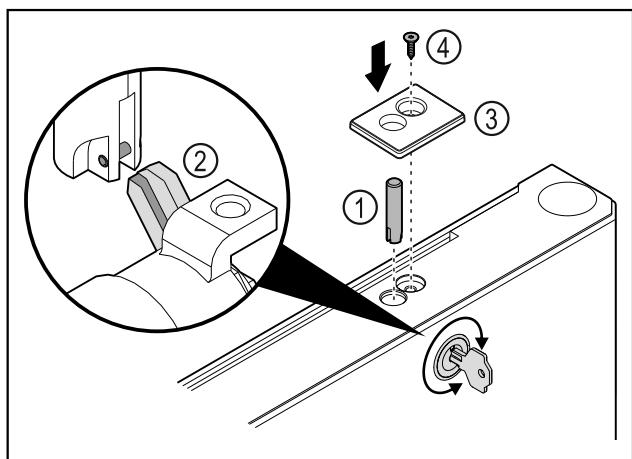

Fig. 46
- 插入锁销 Fig. 46 (1)。
- 轻轻转动锁，让锁销 Fig. 46 (2)卡入到锁的槽口中。
- 装入盖板 Fig. 46 (3)。
- 插入螺栓 Fig. 46 (4)。